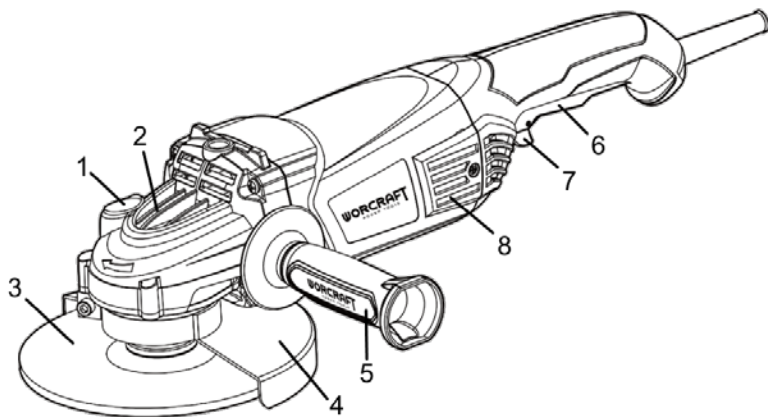

Рисунок 1
4.2 Міцно встановіть передню рукоятку (5, рисунок 1) у відповідний різьбовий отвір.
4.3 Встановіть захисний кожух (4, рисунок 1) у потрібне положення, залежно від виду роботи та диска, що використовується.
4.4 Встановіть на виріб шліфувальний або відрізний диск. Для цього натисніть на кнопку блокування шпинделя (1, рисунок 1) і перевірте його до такого положення, при якому він заблокується.